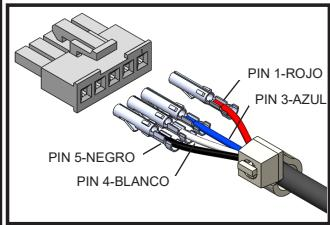

Figura 1
6. Gire hacia arriba el conector del pin e inserte los pins en el conector como se muestra en la figura 1.